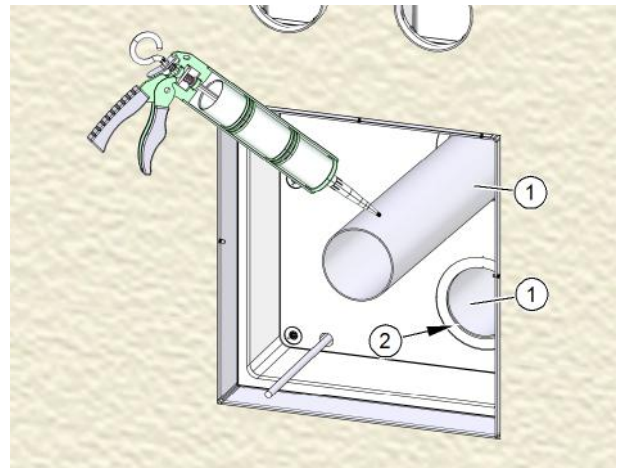

Abb. 35: Lüftungsrohre einsetzen und fixieren
- ▶ Tragen Sie dauerelastischen Dichtstoff auf die äußere Hülle der Lüftungsrohre (Pos. 1 in Abb. 35) auf.
- ▶ Schieben Sie beide Lüftungsrohre mit Drehbewegungen soweit in die Öffnungen des Mauerkastens ein, dass sie bündig abschließen (Pos. 2 in Abb. 35).